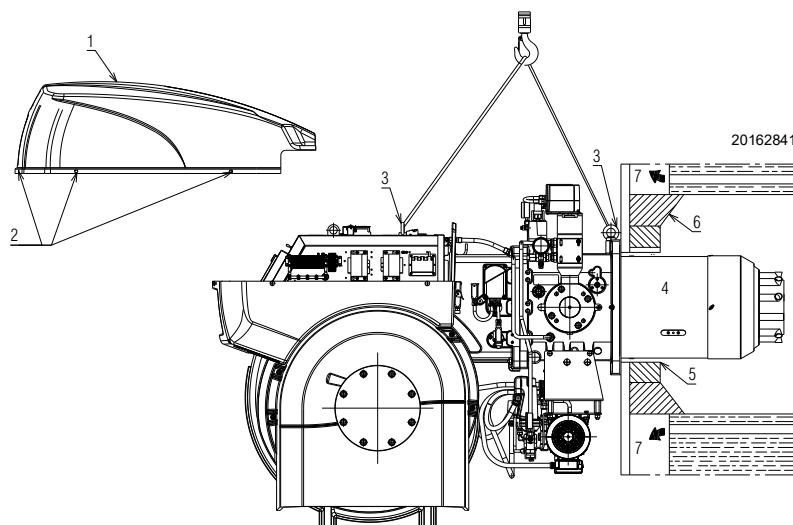

Fig. 14
En ce qui concerne les chaudières à parcours de fumées avant 7)(Fig. 14) ou avec des chambres à inversion de flamme, un revêtement protecteur en matériau réfractaire 5) doit être introduit entre le revêtement de la chaudière 6) et la buse 4).
Préparer un système de levage approprié en utilisant les anneaux 3) après avoir desserré les vis 2) et retiré le boîtier 1)(Fig. 14).
- Installer l'ensemble du brûleur dans le trou de chaudière préparé précédemment comme indiqué dans la Fig. 14, puis le fixer à l'aide des vis fournies.